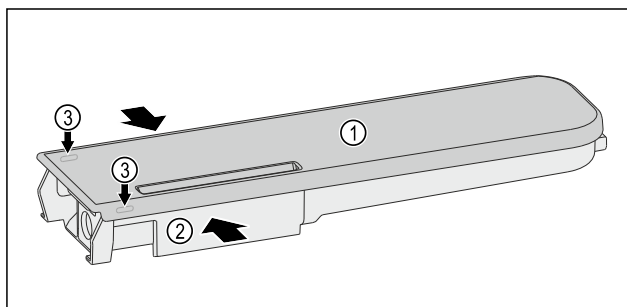

Fig. 145
- ▶ Сожмите бак для воды Fig. 145 (2) и осторожно возьмите крышку Fig. 145 (1) за фиксирующие выступы Fig. 145 (3) и потяните ее вверх.
- ▶ Слегка подвигайте крышку Fig. 145 (1) вперед и назад и снимите, приподняв вверх.